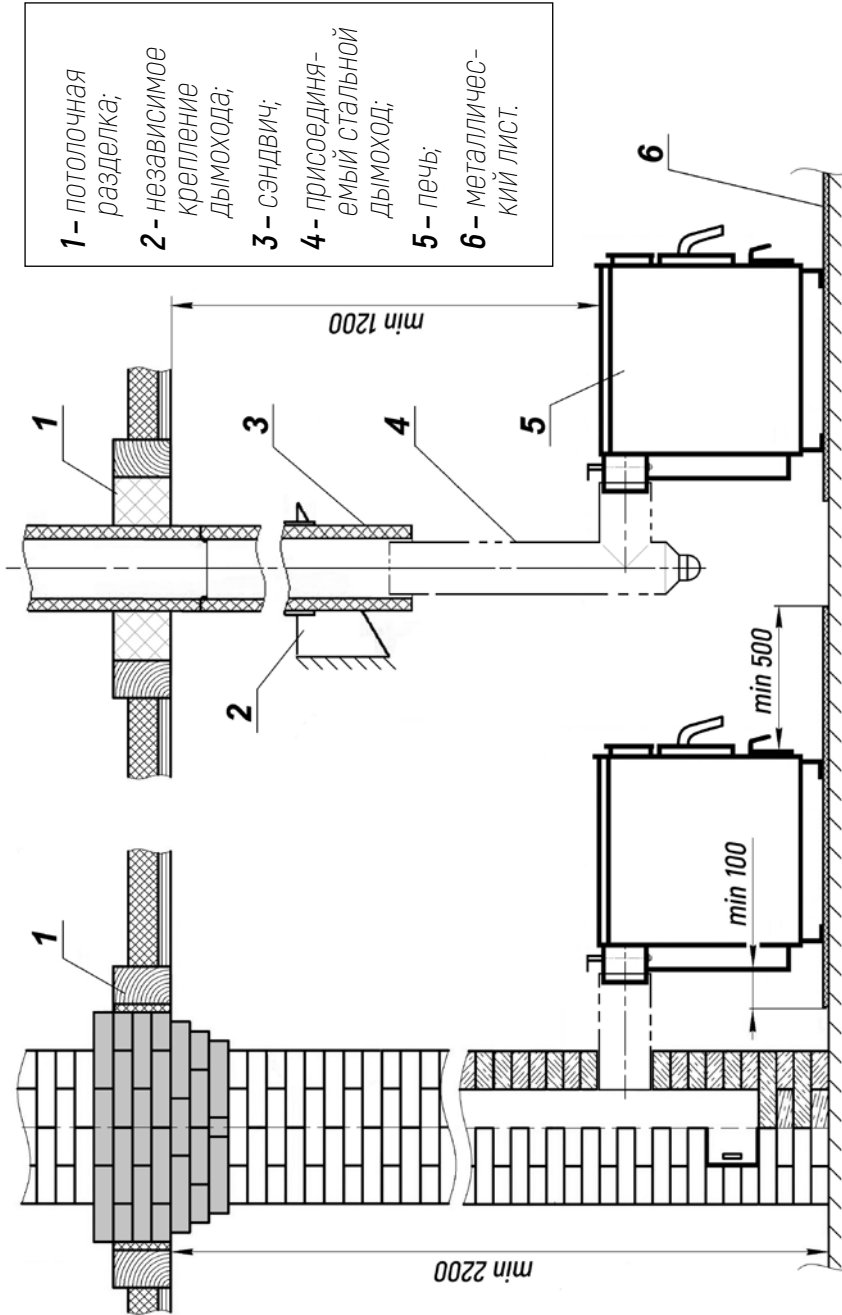

РИСУНОК 5. Схема монтажа печи и дымовой трубы.
4.8. Печь должна быть разгружена от веса дымовой трубы (поз.2 на рис.5).
4.9. Потолочная разделка (поз.1 на рис.5) выполняется из металлического листа в виде короба и изолируется термостойким, теплоизолирующим материалом толщиной не менее 10мм. Размеры разделки и расстояние в свету от наружной поверхности трубы до стропил, обрешеток и других элементов кровли следует уточнить у производителя дымоходов.